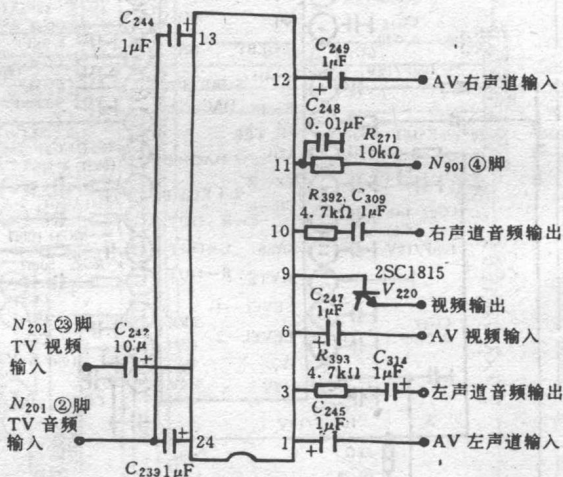

图2 AV/TV 转换外电路
在 TV 状态:微处理器 N_{901} (TMP47C837N) ⑦脚输出高电平,经隔离电阻 R_{963} 后分成两路。一路到 N_{202} (TA8628N) 的④脚,作为 AV/TV 开关控制信号,因输入控制电压为高电平,而使 N_{202} 转换块内部三组开关均接入 TV 端(见图2),从而将⑥脚送入的 AV 视频信号切断,同时将②脚及⑫脚分别送入的左、右声道 AV 音频信号切断。而将⑭脚送入的 TV 视频信号经接通的开关从⑩脚输出,并送入图像通道最终在显像管荧光屏上呈现 TV 彩色图像。另外从⑬、⑮脚送入的 TV 音频信号,分别经两组 TV 开关接通并分别从③、⑪脚输出左、右声道音频信号,送入低放双音频放大电路 N_{301} (TA8211AH) 的②、④脚,在 N_{301} 内部放